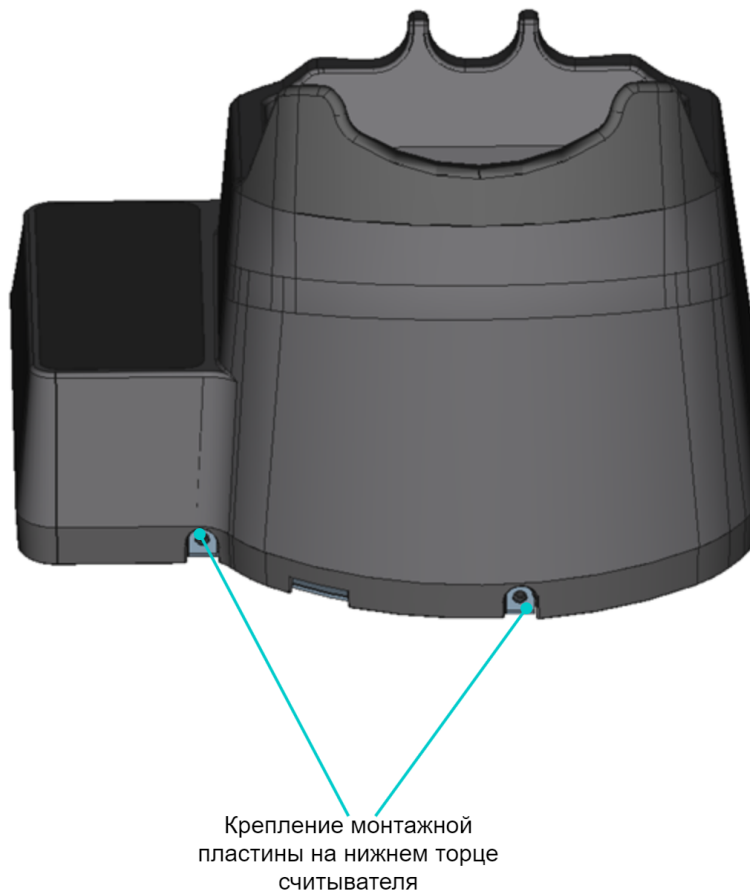

Рисунок 11 – Фиксирование считывателя на монтажной пластине
9. Закрепите считыватель на монтажной пластине и зафиксируйте винтами на нижнем торце (см. рисунок 11).
- выкрутить винты на нижнем торце считывателя (см. рисунок 11);